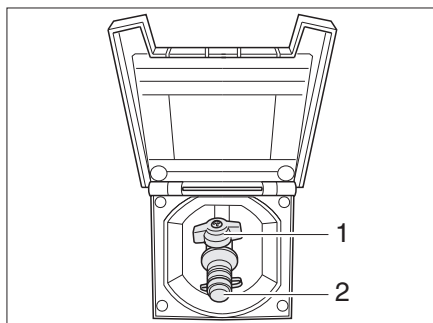

Fig. 244 Raccordement externe de gaz avec robinet d'arrêt de gaz fermé
Le raccordement externe de gaz (Fig. 244) se trouve du côté droit du véhicule. Dans des cas exceptionnels, le raccordement de gaz se trouve également du côté gauche du véhicule ou à l'arrière.
- Raccorder l'appareil à gaz externe sur le raccord (Fig. 244,2).
- Ouvrir le robinet d'arrêt de gaz (Fig. 244,1).